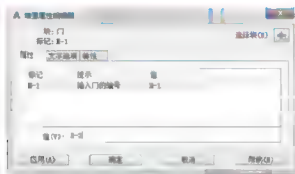

图 3.77 将属性值修改为“M-2”
- (1) 执行菜单栏中的【修改】|【对象】|【属性】|【单个】命令。
- (2) 在选择块:提示下,将光标放在刚才插入的“门”图块上单击,选择刚才插入的“门”图块,随即弹出【增强属性编辑器】对话框(双击“门”图块也能弹出此对话框)。
- (3) 在【属性】选项卡中,将值改为“M 2”,如图 3.77 所示。